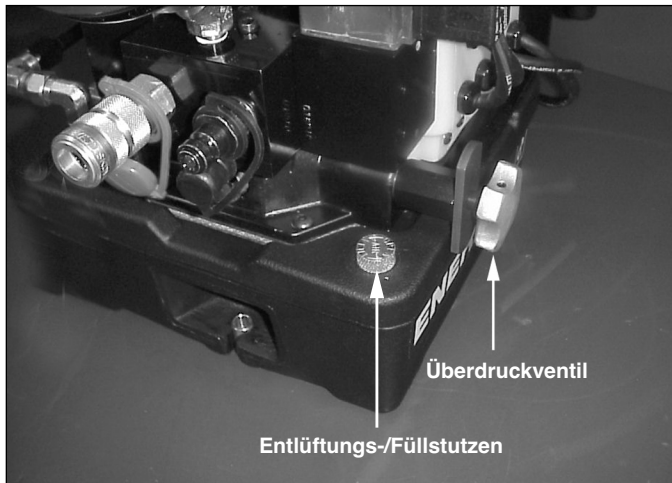

Abbildung 1 - Überdruckventil
4. Lösen Sie die Sicherungsmutter und drehen Sie das Überdruckventil zurück (Drehen gegen den Uhrzeigersinn), um einen unbeabsichtigten Druckaufbau zu verhindern. Zur Einstellung des Überdruckventils sind keine Werkzeuge nötig. Siehe Abbildung 1.
2. Lösen Sie die Sicherungsmutter und drehen Sie das Überdruckventil zurück, um unbeabsichtigten Druckaufbau zu verhindern. Siehe Abbildung 1.